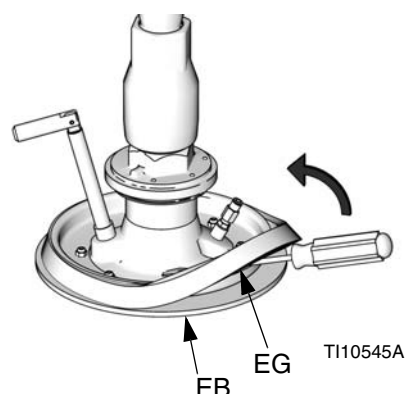

FIG. 11
1. *En partant du bas*, utilisez un tournevis pour faire levier et libérez l'entretoise (EG). Soulevez l'entretoise jusqu'à ce qu'elle soit complètement au-dessus de la bride du cylindre. Consultez la FIG. 11.